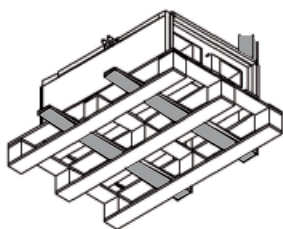

Рис. 8:
- В случае перемещения на вилочном погрузчике изделие должно опираться основанием на вилы погрузчика или на поддон, при этом центр тяжести изделия должен находиться внутри вил (см. рис. 8).